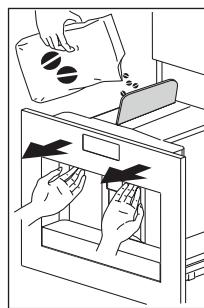

Рис. 14
- Выньте прибор, потянув его за ручки (Рис. 14). Откройте крышку и насыпьте кофейные зерна в емкость, затем закройте крышку и вставьте прибор.